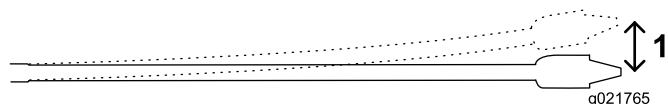

Figure 49
Les tiges de 3 m (10 pi) utilisées sur cette machine peuvent présenter une flèche de 8 % sur toute leur longueur, ce qui correspond à une courbure maximale de 20 cm (8 po) par rapport à une ligne droite (Figure 49).
- Vous insérez les premiers 3 m (10 pi) d'outil/tige de forage dans le sol en ligne droite. La fin de l'outil de forage sera à 76 cm (30 po) de profondeur (Figure 49).